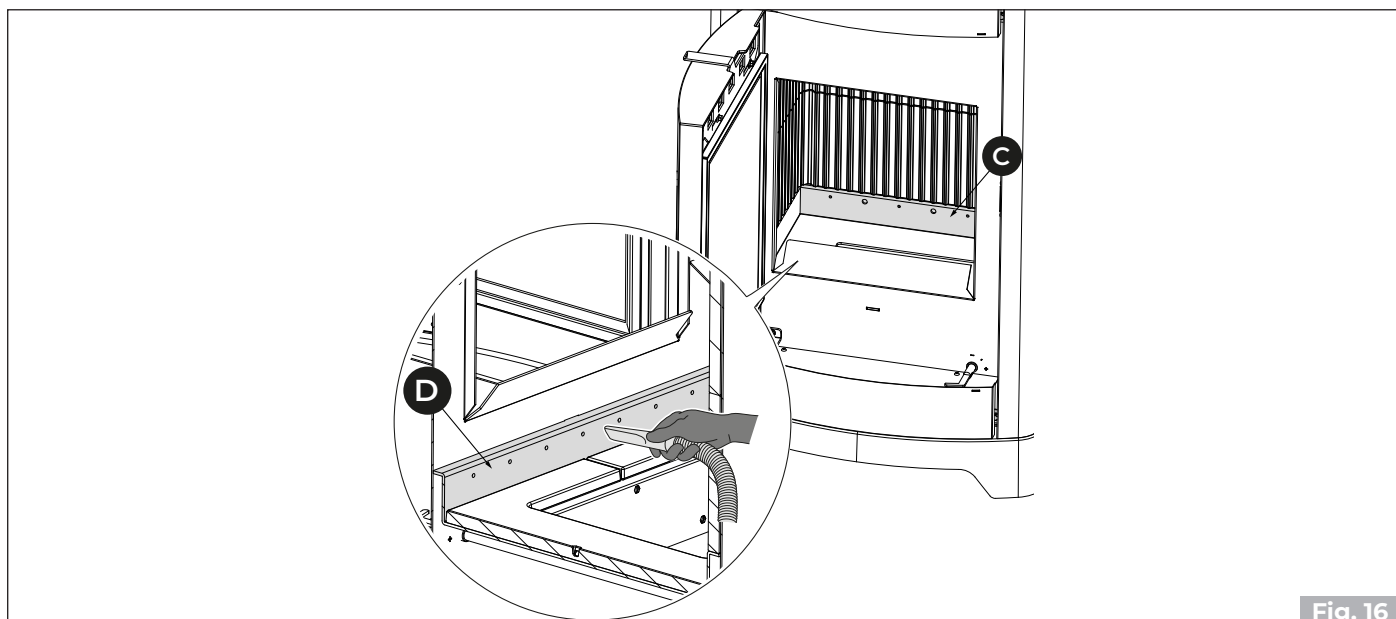

Fig. 16
- 3) Posesajte odprtine na zadnjem **(C)** in sprednjem **(D)** - če je prisoten) razdelilniku zraka za zgorevanje, da preprečite nabiranje pepela (**Fig. 16**).